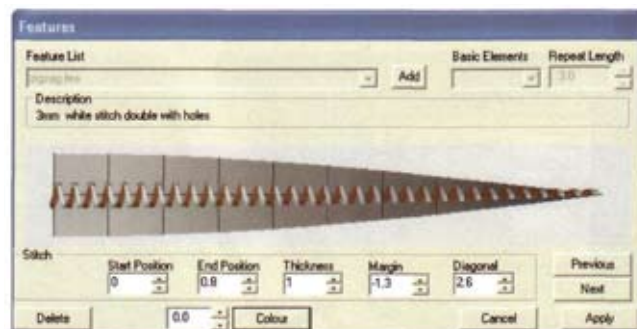

Рис. 64
- Выберите **Brown** (коричневый) цвет, как показано, и нажмите **OK**. Это изменит цвет на одной половине шва (*рис. 64*).